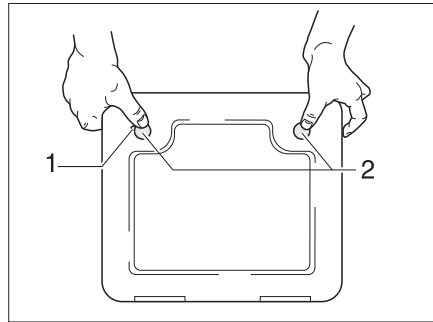

Bild 282 Klappe für die Toiletten-Kassette
- Die Klappe für die Kassette außen am Fahrzeug öffnen. Dazu den Schlüssel in den Schließzylinder des Druckschlösses (Bild 282,1) stecken und eine viertel Umdrehung drehen.
- Beide Druckschlösser (Bild 282,2) gleichzeitig mit dem Daumen drücken und die Klappe für die Kassette öffnen.